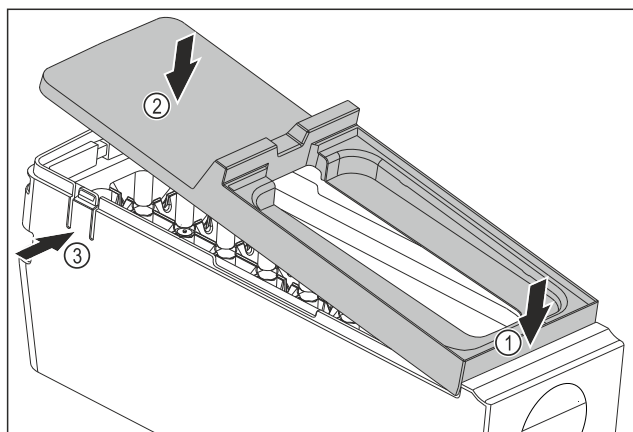

Fig. 245
- Montare la copertura del corpo dell'EasyTwist-Ice: Applicare la copertura sul davanti. Fig. 245 (1)
- Abbassare la copertura sul retro. Fig. 245 (2)
- La copertura si innesta in entrambe le linguette Fig. 245 (3) in modo udibile.